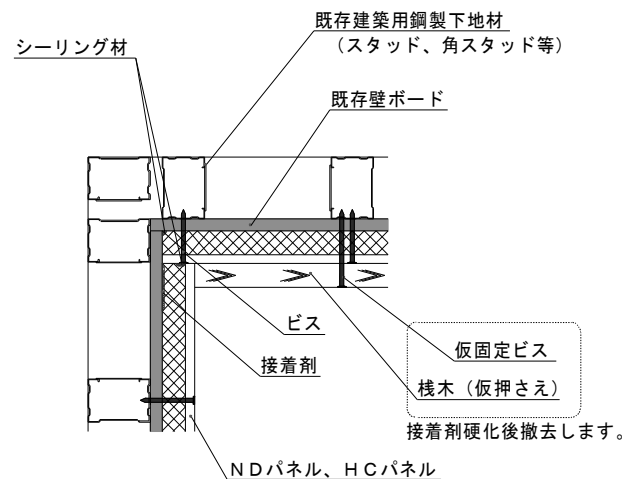

図7 壁－壁の入隅部納まり図（例）
① 入隅納まり図（例）[壁－壁]
- ・ 図7のように一方の壁面の端部は、ビスで建築用鋼製下地材に固定できるが、もう片方の面の端部には下地材がなくビス固定ができない場合は、接着剤を使用して下地ボード面に固定します。なお、接着剤が硬化するまで、棧木等を使い仮押さえをしてください。